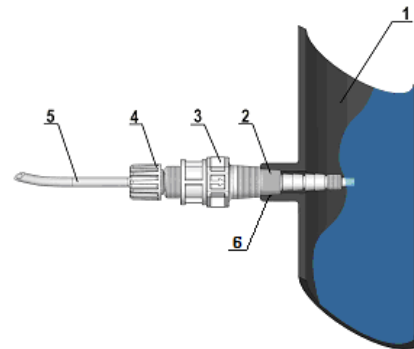

Fig. 7 - Montaje de la conexión
Tanto en el tubo de flujo como en el tubo de succión se evitan curvas excesivas para evitar cuellos de botella en el mismo tubo. En el punto más adecuado para la inyección del producto a dispensar, aplique un racor de 3/8" o una rosca de gas de 1/2" en la conducción de la planta a tratar. Este accesorio no se suministra. Atornille la válvula de inyección al "racor de junta" con cinta PTFE, ver Fig. 7. Conecte el tubo a la válvula de inyección cónica y asegúrelo con el anillo de bloqueo (4). La válvula de inyección es también una válvula de retención.